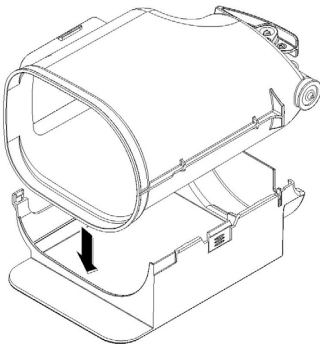

figure 11
- 1 Poser la partie droite de l'habillage sur un plan de travail. Mettre la cuve à l'intérieur (voir figure 11).